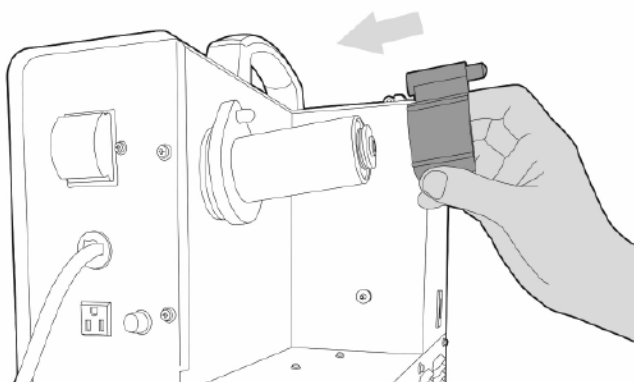

Рис. 8.4.4 Установка адаптера.
1. Установите адаптер для катушки, совместите отверстие адаптера и фиксатор катушки (См. рис. 8.4.4).